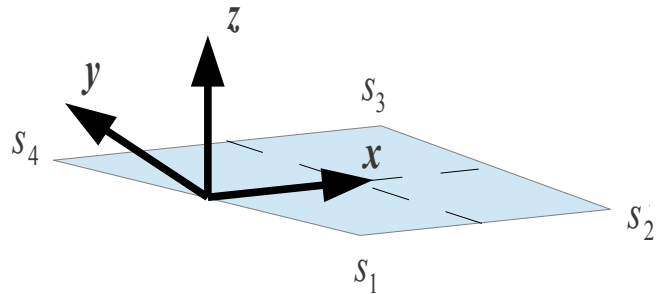

Figure 3.4-2: Repère intrinsèque pour une maille de type QUAD4
- Pour un quadrangle (cf. Figure 3.4-2) dont les sommets sont numérotés de s_1 à s_4 et dont les milieux des côtés sont numérotés de m_1 (milieu de $s_1 s_2$) à m_4 (milieu de $s_4 s_1$) : il s'agit du repère formé par $x = m_4 m_2$, $y = z \wedge x$, $z = m_4 m_2 \wedge m_1 m_3$